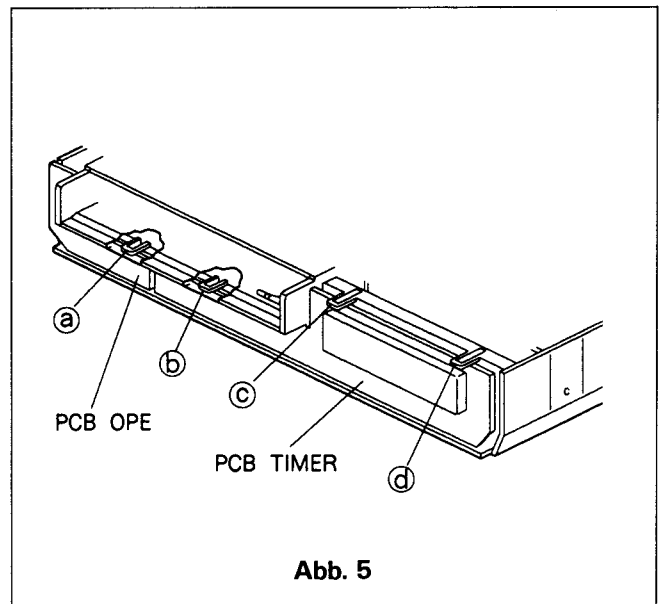

Abb. 5
- B. Entfernen Sie die Klammern ① und entfernen Sie die Ope-platinen wie in Abb. 5.
- C. Entfernen Sie die 3 Klammern ②, ③ und ④ und entfernen Sie die Timerplatinen wie in Abb. 5.